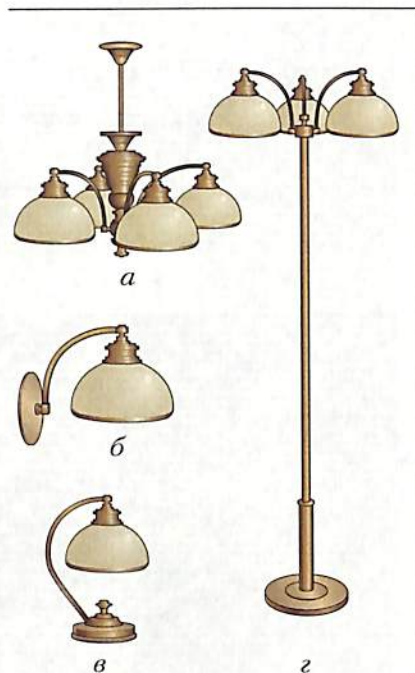

Рис. 2. Виды светильников:
*Потолочные* висячие светильники (люстры) (рис. 2, а) применяют для создания общего освещения, особенно в помещениях с высокими потолками. Свет таких светильников объединяет пространство. Висячие светильники часто устанавливают над обеденным столом, выделяя этот фрагмент интерьера и создавая уют.
*Настенные* светильники (бра) (рис. 2, б) могут использоваться для местного, общего освещения, а также для подсветки отдельных элементов интерьера (картин, антиквариата). Их свет может быть направлен как вверх, так и вниз.
К *настольным* светильникам (рис. 2, в) относятся источники света, которые устанавливают на поверхности, приподнятые над полом. Они имеют подставку или зажим. Такие лампы идеальны для местного освещения как дополнение к общему освещению.
*Напольные* светильники (торшеры) (рис. 2, з) устанавливают на полу. У современных торшеров можно менять высоту, в них имеются регуляторы яркости, что де-